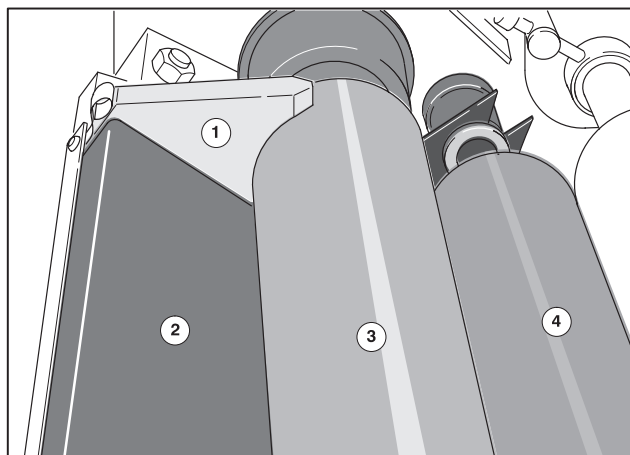

Рис. 2 Красочный ящик и передаточный валик
Дуктор (Рис. 2/③) вращается, если машина работает. **Красочный нож** (Рис. 2/②) и щечки **красочного ящика** (Рис. 2/①) отделяют красочный ящик от дуктора.
Передаточный валик (Рис. 2/④) передает краску от дуктора в красочный аппарат.